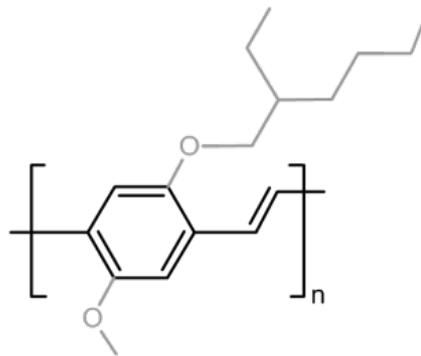

Abb. 3: Struktur von MEH-PPV
- Ordnen sie die unterstrichenen Namenfragmente der Struktur in Abb. 3 zu. Verwenden Sie drei Farben.